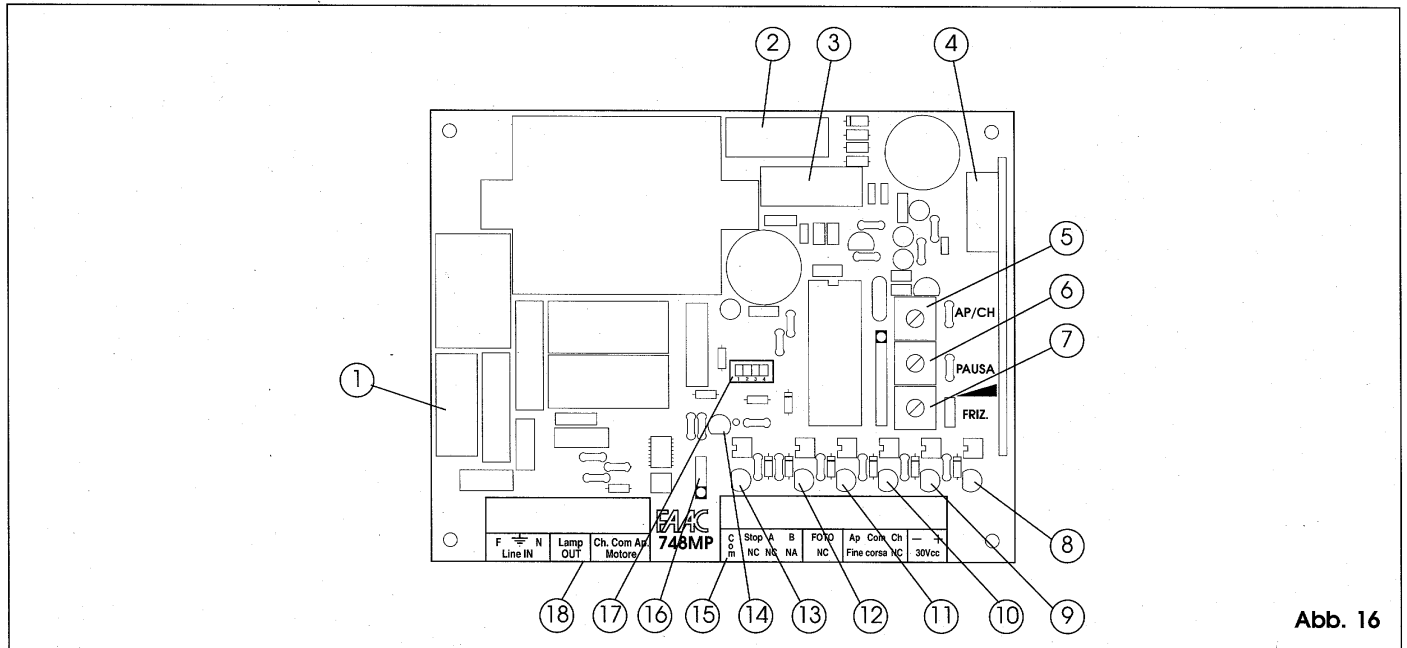

Abb. 16
- 3) Das Blech in Öffnungsrichtung auf der Zahnstange verfahren (Abb. 13). Sobald die FCA Led am elektronischen Steuergerät 748 MP (Abb. 16 - Pos.9) erlischt, das Blech um weitere 30mm vorsetzen und mit zwei Schweißpunkten auf der Zahnstange (Abb. 13) anheften.
- 5) Das Blech in Schließrichtung auf der Zahnstange verfahren. Sobald die FCC Led am elektronischen Steuergerät 748 MP (Abb. 16 - Pos.8) erlischt, das Blech um weitere 30mm vorsetzen und mit zwei Schweißpunkten auf der Zahnstange (Abb. 16) anheften.
- 4) Den Zustand der Led-Anzeigen nach den Hinweisen in Tabelle 3 überprüfen. Für die Identifizierung der einzelnen Led verweisen wir auf Abb. 16 - S. 25.
Die maximale Betriebszeit wird mit dem Trimmer AP/CH am elektronischen Steuergerät 748 MP (Abb. 16 - Pos.5) eingestellt. Bei Lieferung des Antriebs ist der Trimmer auf den Höchstwert eingestellt, u.z. auf eine Betriebszeit von 70 s.
Die Beseitigung der Stoppursache bewirkt die Wiederaufnahme der Torbewegung bis zur Belegung des Endanschlags bzw. zum Ablauf der eingegebenen Betriebszeit (TIME-OUT). Der Ansprechwert des Einklemmschutz-Systems wird über den Trimmer KUPPLUNG am elektronischen Steuergerät 748 MP (Abb. 16 - Pos.7) eingestellt.
Die Programmierung der Antriebsfunktion erfolgt gem. nachstehender Übersicht anhand der Mikroschalter (Abb. 16 - Pos.17).